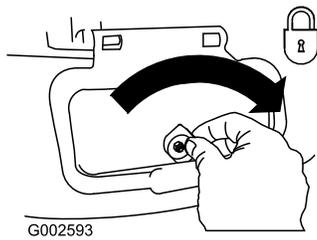

Bild 37
**Wichtig:** Verriegeln Sie die Seitenauswurfklappe nach dem Schließen (Bild 37).